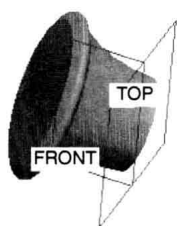

图 1.4 旋转 2
- (4) 在操控板中选择“旋转角度”类型 （即草绘平面以指定的角度值旋转），再在角度文本框中输入角度值 360.0，并按回车键。
(5) 在操控板中单击“预览”按钮, 可浏览所创建的旋转特征, 单击操控板中的按钮, 则完成特征的创建。
Step3. 创建图 1.4 所示的旋转特征——旋转 2。选择下拉菜单**插入(I)**  **旋转(R)** 命令; 分别选取 **FRONT** 基准平面和 **TOP** 基准平面为参照平面, 方向为**顶**; 绘制图 1.5 所示的旋转中心线和特征截面草图; 在操控板中选择旋转类型, 输入旋转角度值 360.0; 预览并完成所创建的旋转特征 1。